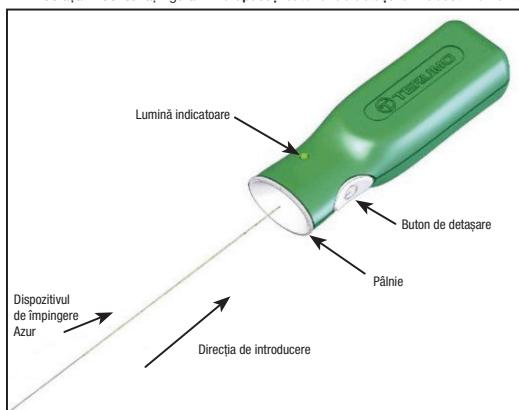

Figura 4 – Dispozitivul Azur pentru controlul detașării
12. Deschideți punga obturatorului vascular Azur și extrageți bucla de derulare din aceasta. Înainte de utilizare îndepărtați pana de pe bucla de distribuitor. În teme ce mențineți pe loc implantul obturatorului vascular Azur și dispozitivul de introducere, trageți dispozitivul de impinge din bucla de derulare astfel încât capătul proximal al dispozitivului de impinge să fie vizibil. Procedați cu atenție pentru a nu contamina acest capăt al dispozitivului de impinge cu substanțe străine cum ar fi sănge sau agent de contrast. Introduceți ferm capătul proximal al dispozitivului de impinge în secțiunea pâlnie a dispozitivului de control al detașării. Consultați figura 4. **Nu apăsați butonul de detașare în acest moment.**
31. Conectați capătul proximal al dispozitivului de impingere la dispozitivul de control al detașării Azur prin impingere fermă în secțiunea pâlnie a acestuia. Consultați figura 4.